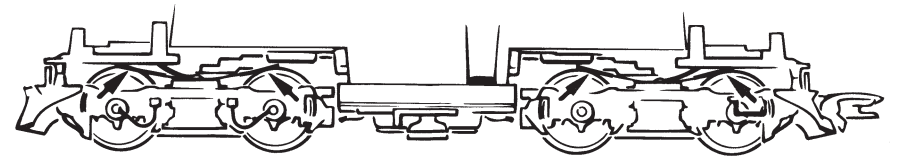
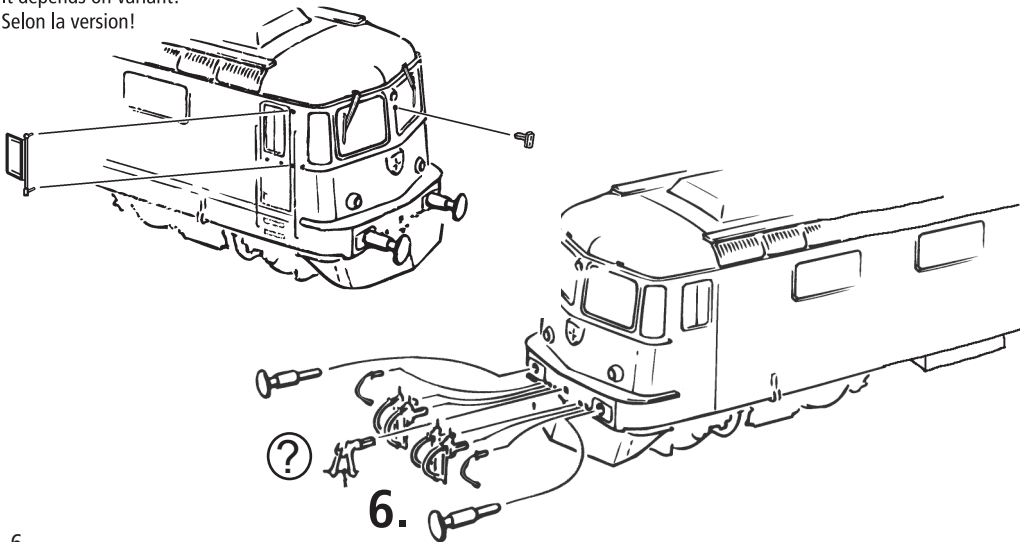

Fig. 8
Fig. 3
**2. Schmierung:** Versehen Sie die im Schmierplan in Fig. 6 gekennzeichneten Stellen mit nur **kleinen Öltropfen**. Dazu zuerst das Lokgehäuse abnehmen (Fig. 3). Wir empfehlen den **ROCO Öler Art.-Nr. 10906**. Fürs Schmieren der Getriebeteile (Zahnräder, Schnecke) empfehlen wir das **ROCO-Spezialfett Art.-Nr. 10905**. Im Falle der Schmierung diese Teile **nicht ölen**.
**Mehrzugbetrieb:** Zuerst Lokgehäuse abnehmen (Fig. 3). Danach den Brückenstecker aus der Schnittstelle entfernen (diesen sorgsam aufbewahren). Danach den Stecker des Steuerbausteins lagerichtig einsetzen (siehe Fig. 5).
**4. Kohlebürstenwechsel:** Lokgehäuse abnehmen (Fig. 3). Danach wird der Motor ausgebaut und die Kohlebürsten ausgewechselt (Fig. 8).
**2. Lubrication:** Apply **tiny oil drops** to spots marked in fig. 6. Prior to lubrication dismantle locomotive (fig. 3). We recommend using item no. **10906, Roco oiler**. For lubrication the gearparts (e.g. cogwheels, worm) we should recommend our Roco **special grease** (item no. **10905**).
**4. Carbon Brush Changing:** First remove loco body (fig. 3), and then the motor (fig. 8).
**2. Graissage:** N'appliquez **qu'une toute petite goutte** aux endroits indiqués par le plan de graissage (fig. 6) après avoir démonté la caisse de la locomotive (fig. 3). Nous vous recommandons **le graisseur à huile Roco réf. 10906**. Pour graisser les engrenages (roues dentées, vis sans fin) nous vous conseillons la **graisse spéciale Roco réf. 10905** pour engrenages en matières synthétiques. Lorsque vous utilisez cette graisse il faut éviter d'huiler ces composants.
**4. Remplacement des balais du moteur:** Démontez la caisse (voir fig. 3). Démontez ensuite le moteur et échangez le balais (fig. 8).